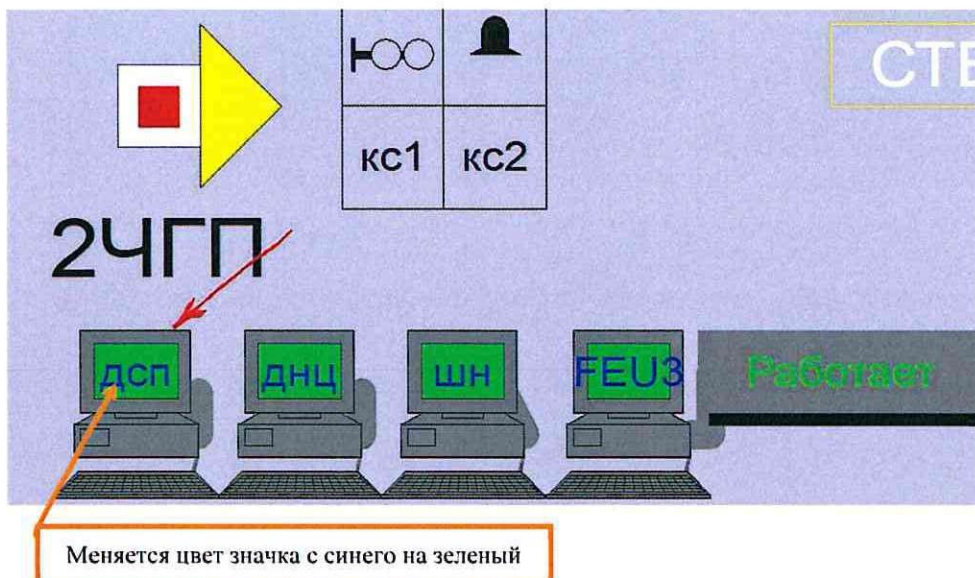

Рисунок 2. Окно входа в систему.
7.1.3 ДСП после автоматической загрузки системного блока резервного АРМ ДСП, входит в систему, регистрируется на рабочем месте и переходит на управление станцией с резервного АРМ ДСП (значок АРМ ДСП должен изменить цвет с синего на зеленый) (Рисунок 2).